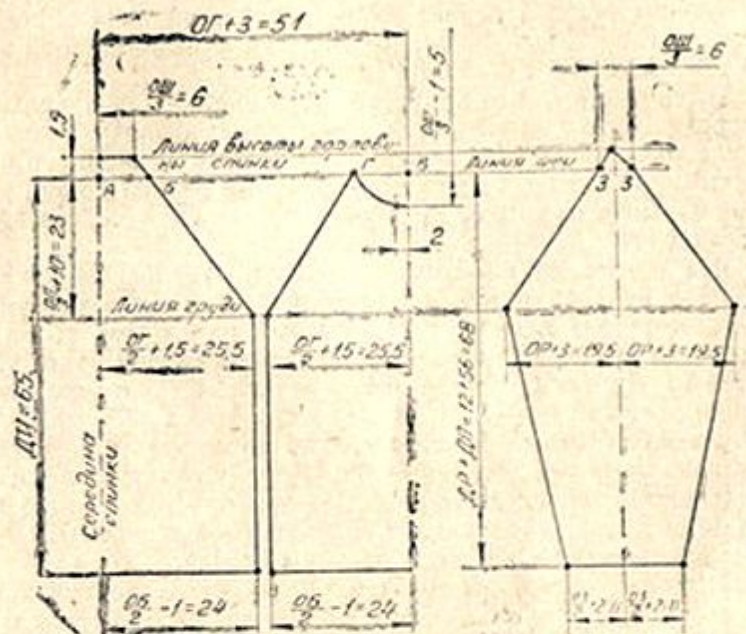

Рис. 8.1
8.1. Снятие мерки для построения выкройки (рис. 8.1)
Чертеж пуловера приведен на рис. 8.1.